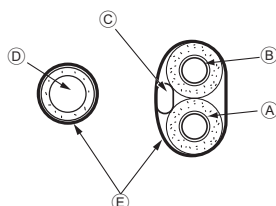

Fig. 3-6
3.3.1. Extraction et traitement de la tuyauterie et du câblage (Fig. 3-6)
- Enrouler la bande de feutre ③ dans la partie du tuyau d'eau et du tuyau d'écoulement qui sera logée dans l'espace destiné à la tuyauterie de l'appareil intérieur.
- Enrouler la bande de feutre ③ solidement en partant de la base du tuyau d'eau et du tuyau d'écoulement.
- Faire chevaucher la bande de feutre ③ sur la moitié de la largeur de la bande.
- ▲ Tuyau d'eau (IN)